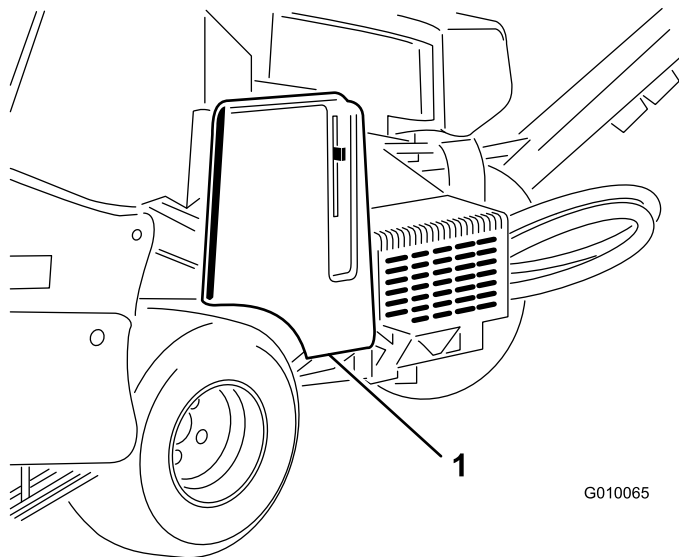

Figure 56
1. Déverrouillez et déposez le couvercle de courroie (Figure 56).